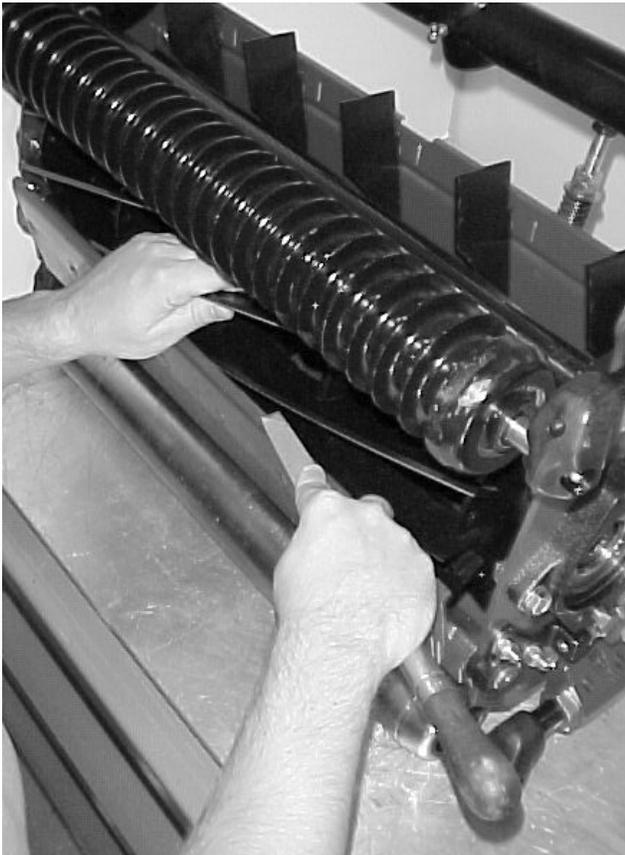

Bild 73
11. Wenn das Mähwerk ausreichend geschärft wurde, hat sich an der Vorderseite der Schnittkante ein Grat gebildet. Entfernen Sie diesen Grat vorsichtig mit einer Feile, ohne die Schnittkante stumpf zu machen (Bild 73).